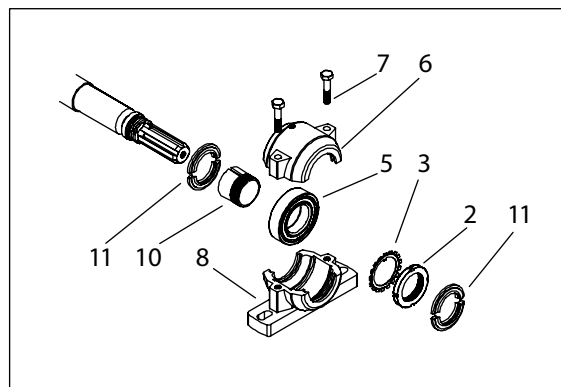

Fig. 7b. Lageret på akselsiden
på akselsiden, Fig. 7b, har ikke avstandshylser (4 og 9) og endeplate (1). Lageret på akselsiden har støvdeksel på begge sider (11).